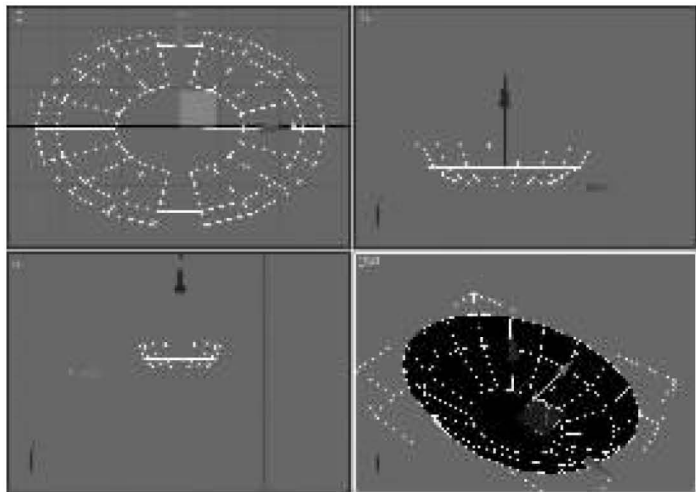

图 7-64 沿着 Y 轴缩放模型
(5)再次单击“顶点”子对象,取消“顶点”子对象模式。继续使用缩放工具,在顶视图中将圆柱体沿着 Y 轴缩放成椭圆形,如图 7-64 所示。